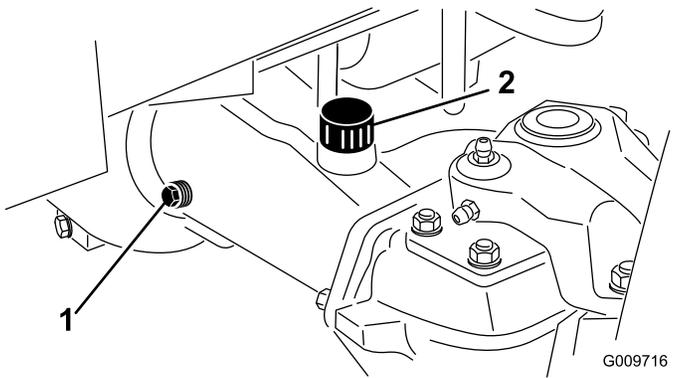

図 45
2. アクスルの一方の端部から点検用プラグ 図 45 を抜き、穴の高さまで潤滑油があることを確認する。量が不足の場合は、給油プラグ 図 45 をはずして補給する。